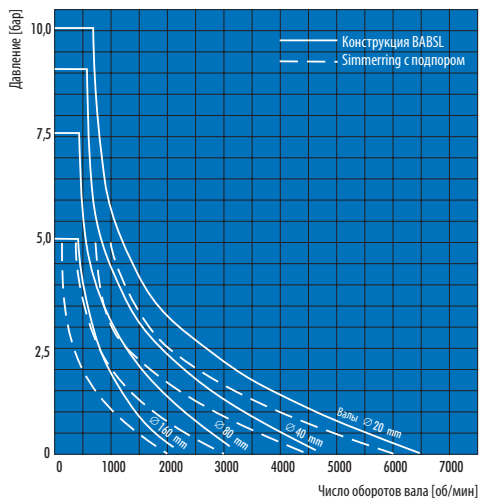

Рис. 2.23 Допустимое давление в агрегате для Simmerring (конструкция BABSL), а также для Simmerring с опорой
Для ограниченного диапазона этих нагрузок рекомендуется применение конструкции BABSL. (→ p - v -диаграмма, → Рис. 2.23 и → Simmerring® – Спектр продукции со стр. 1.0).
- Допустимые нагрузки → Рис. 2.23.